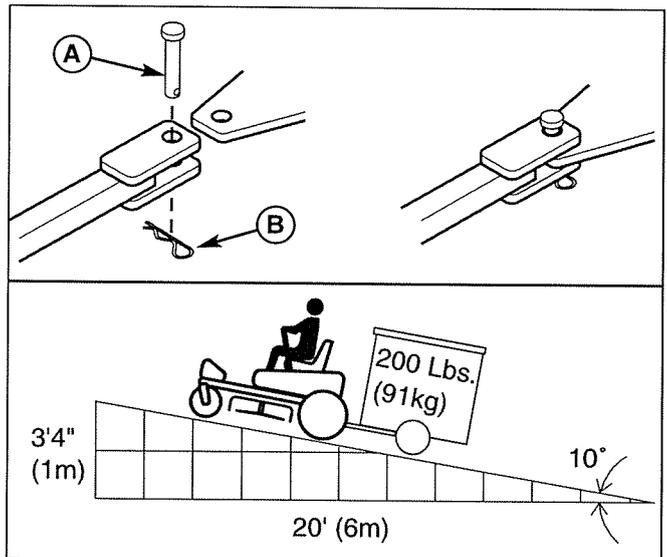

Figure 14. Recommandations de poids de remorque
Le poids maximum d'une remorque tractée doit être inférieur à 91 kg (200 lbs). Fixer la remorque avec une goupille de remorquage de taille appropriée (A, figure 14) et d'un clip (B).